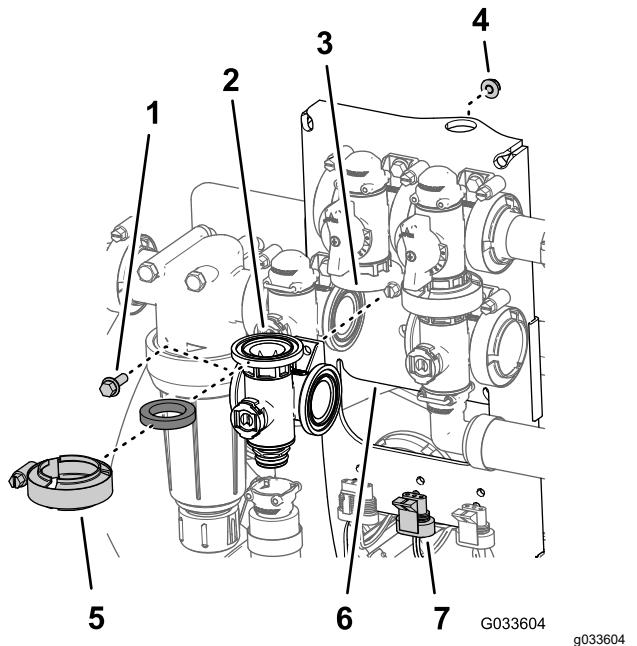

Figure 127
1. Alignez la bride du collecteur de la vanne d'agitation, un joint et la bride de la vanne de dérivation d'agitation (Figure 127).
9. Fixez la vanne d'agitation sur son support à l'aide du boulon à embase et du contre-écrou à embase (Figure 127) que vous avez retirés à l'opération 3 de Dépose de la vanne d'agitation du collecteur \(page 83\), et serrez l'écrou et le boulon à un couple de 10 à 12 N·m (90 à 110 po-lb).